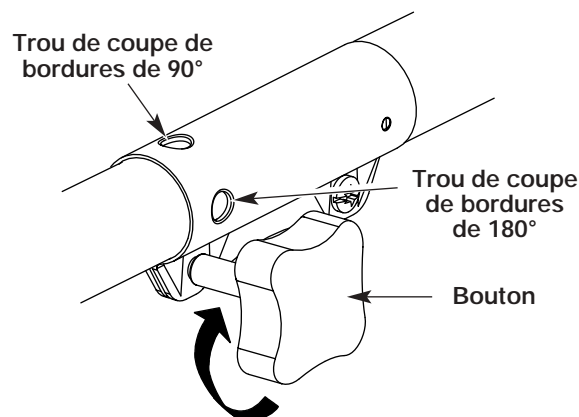

Fig. 25
3. Serrez le bouton en le tournant à droite (Fig. 25).
Pour couper les bordures à l'aide de la tête d'accessoire de coupe sur les modèle EZ-Link^{MC}, verrouillez le bouton de déclenchement de l'accessoire de coupe dans le trou de 90° ou de 180° (Fig. 25).